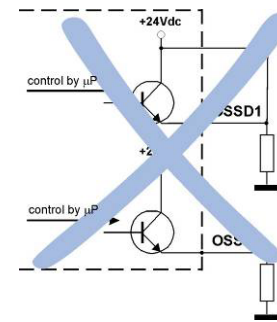

Fig. 15
- Si une de ces configurations est utilisée par erreur (figures 15, 16, 17), l'appareil passe en situation de bloc de protection (cf. point 7 "Fonctions de diagnostic").